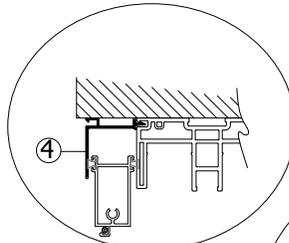

Figura 3
2. Localice las jambas de marco. Si un aleta adicional (Artículo 28; Figura 5) necesita ser instalado, localice la aleta(s) y retire las placas de sujetar de jamba de marco (Artículo 6; Figura 6) más cercana a la parte exterior de la abertura. Instalar el adicional de aletas en lugar de las placas de sujetar. Antes de instalar el adicional de aleta del marco superior, retirar los bloques de cabecera y tornillos(Figura 3). Deslice la aleta en el marco superior. Reemplace los bloques de cabecera y tornillos.
12. Bloques de marco superior (Artículo 22) debe estar ya instalado en el marco superior (Figura 3). Los bloques de marco superior se localizarán en cada montante de entrelace y en condiciones de encuentro en el centro, en cada estragal y bloquear. Para ajustar los bloques de marco superior, retire los tornillos, deslice los bloques a lo largo de marco superior para que coincidan con la configuración deseada, y asegúrelos en su lugar.